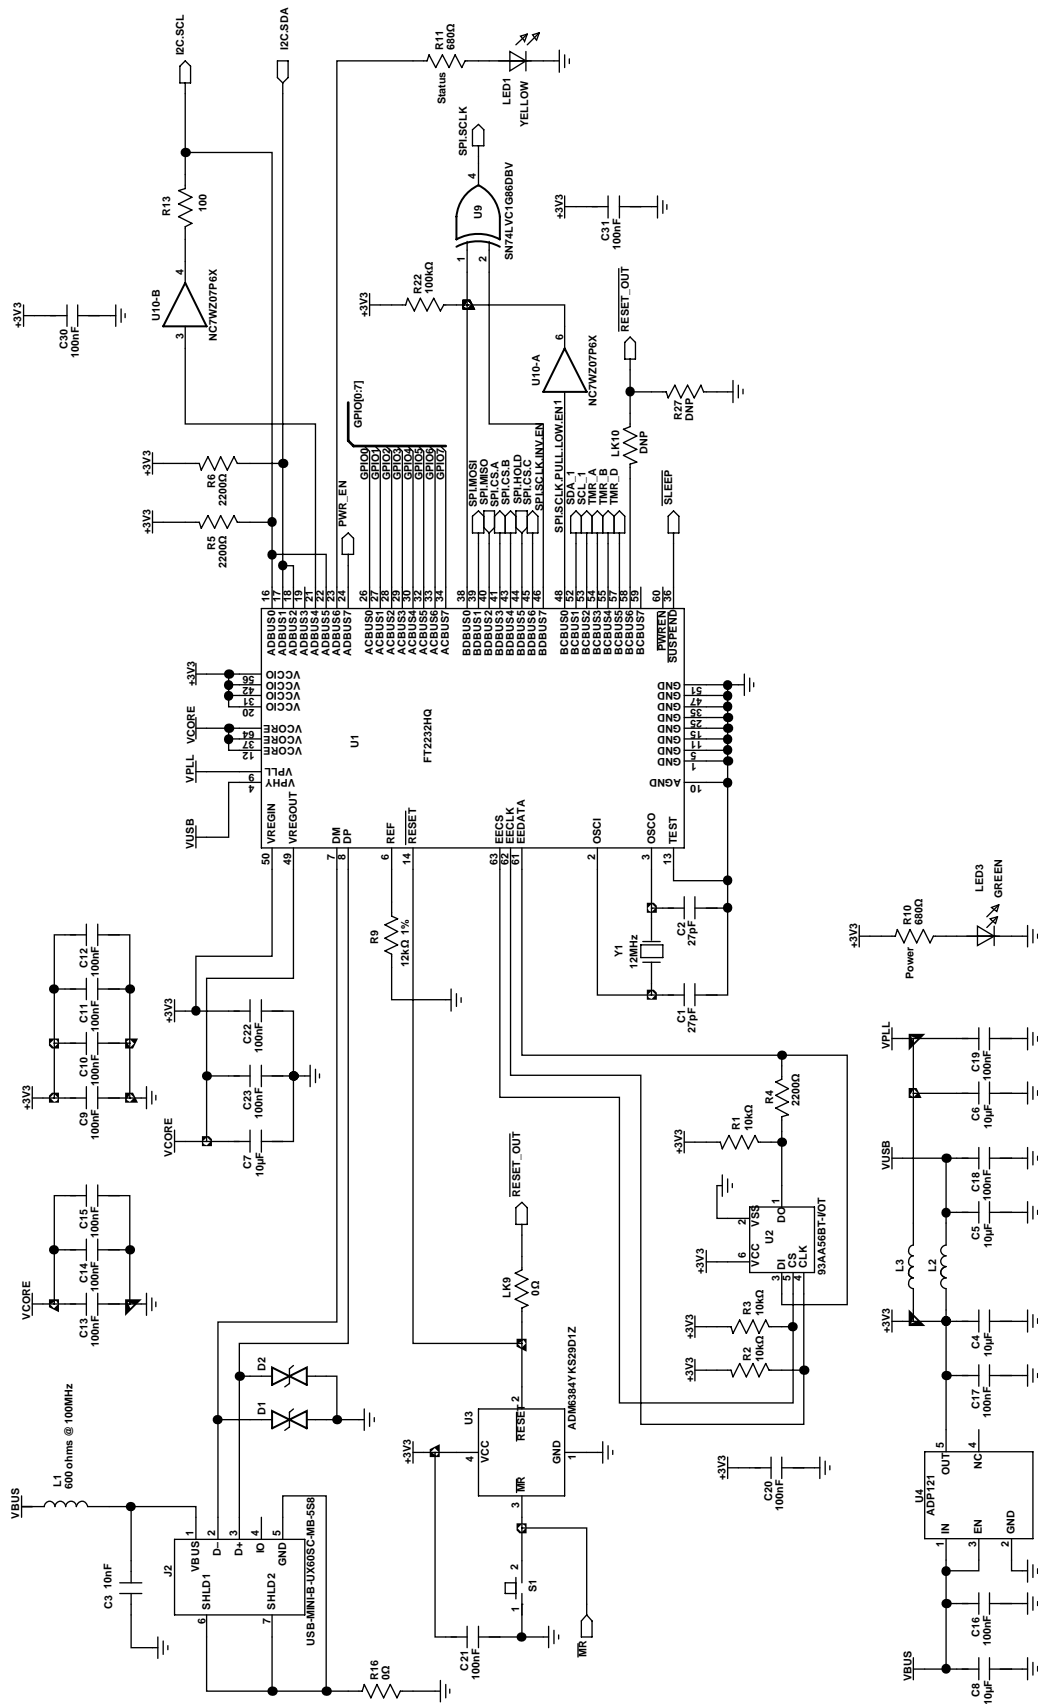

図 8.SDP-S—USB シリアル間エンジン、USB、インターフェース
- SDP-S—USB—シリアル間エンジン、USB、インターフェース (図 8 参照)